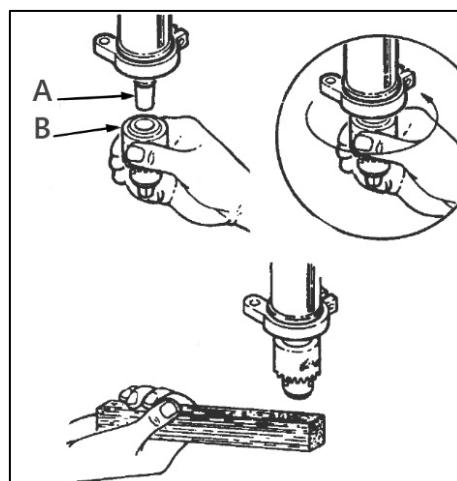

Рисунок 7.
Очистите конусное отверстие в патроне и шпиндель (A) (рис. 7) при помощи чистой ткани.